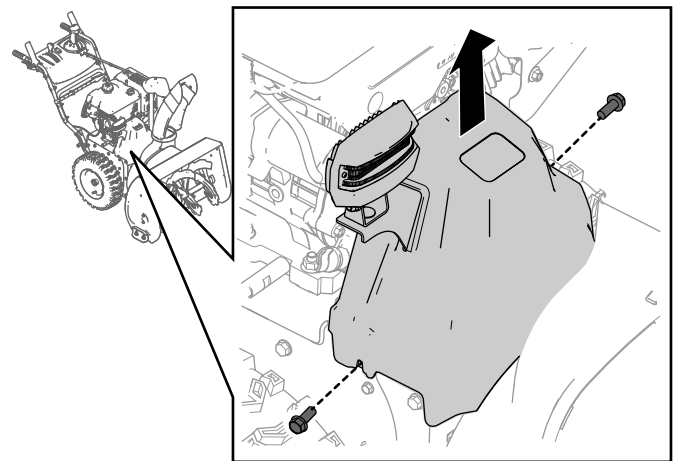

Рисунок 35
1. Отверните 2 винта крепления крышки ремня (**Рисунок 35**) на месте.
2. Снимите крышку ремня (**Рисунок 35**).